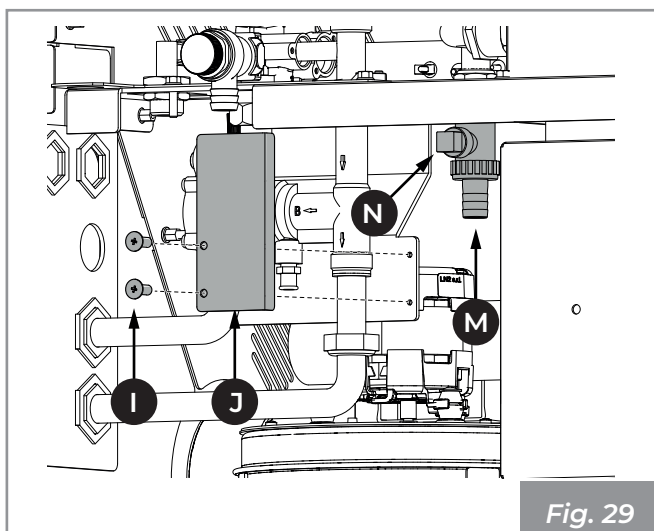

Fig. 29
- 1) Svitare le viti (I) e rimuovere la protezione (J) (Fig. 29).